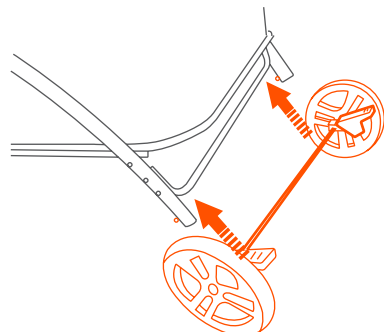

Fig. 4f
- Insert the rear wheel assembly into the frame bushing from the rear side (Fig 4f).
- Introduzca el montaje de la rueda trasera en el casquillo del armazón desde la parte trasera (Fig 4f).
- Insérer l'assemblage de la roue arrière dans la douille du cadre à partir de l'arrière (Fig 4f).